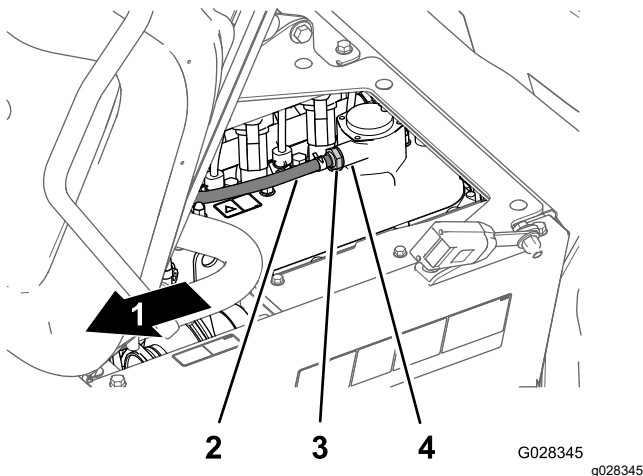

Figura 113
no está libre y no suena al sacudirse, sustituya la válvula PCV (Figura 113).
4. Introduzca la válvula PCV hasta que quede correctamente asentada en la junta del acoplamiento de la tapa de válvulas (Figura 113).
2. Retire la válvula PCV del acoplamiento de la tapa de válvulas (Figura 113).